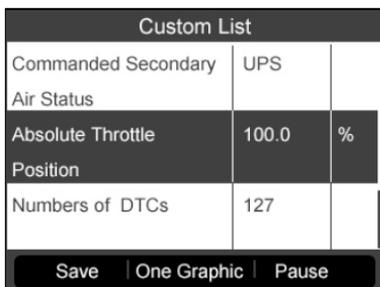

Abbildung 6.12
- 4) Drücken Sie die **Y-Taste**, um die ausgewählten PIDs auf dem Bildschirm anzuzeigen. (Abbildung 6.12)